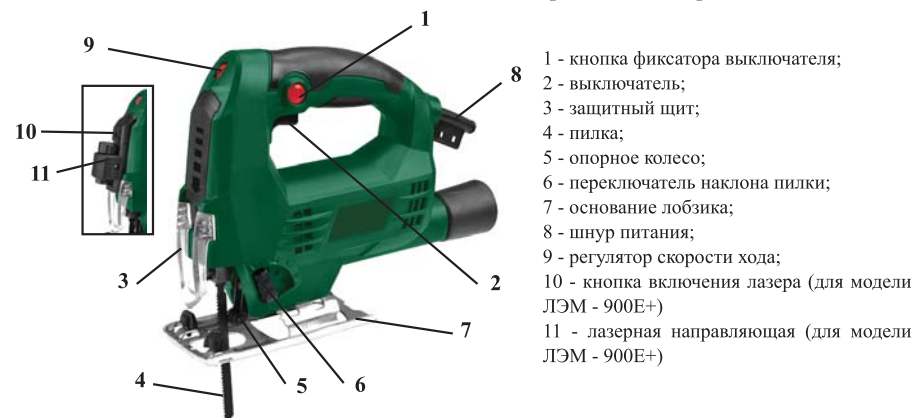

рис. 1
4.1 Внешний вид маятникового лобзика схематично представлен на рис. 1: